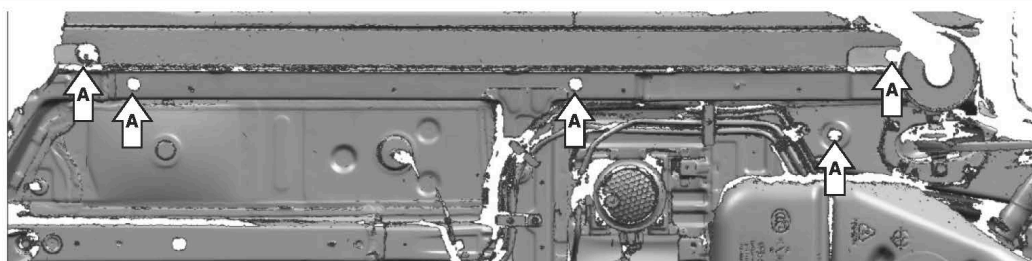

Рис. 1
2. Вытащить резиновые заглушки, расположенные в местах (А) (рис.1).